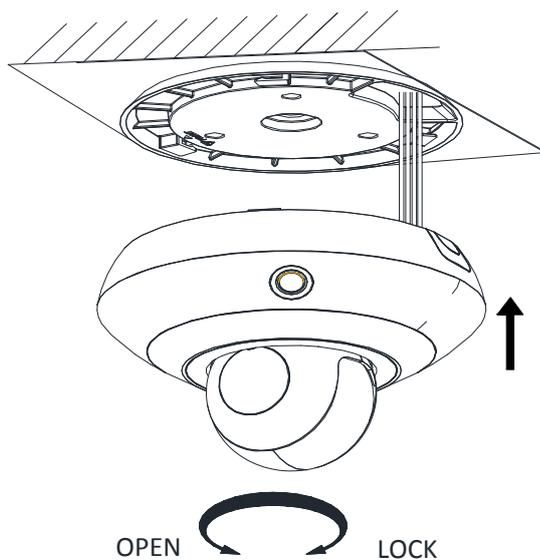

图3-11 安装摄像机
- 步骤1 将摄像机与吸顶盘的三个卡舌对齐插入，并顺时针旋转固定摄像机，如图 3-11 所示。